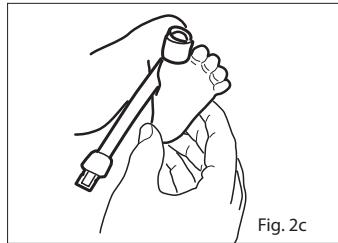

Fig. 2c
- Reportez-vous à la Fig. 2c. Assurez-vous que la fenêtre de l'émetteur (\*) est alignée sur le dessus de l'orteil à l'opposé du détecteur. Vérifiez que le capteur est correctement positionné et remettez-le en place si nécessaire.